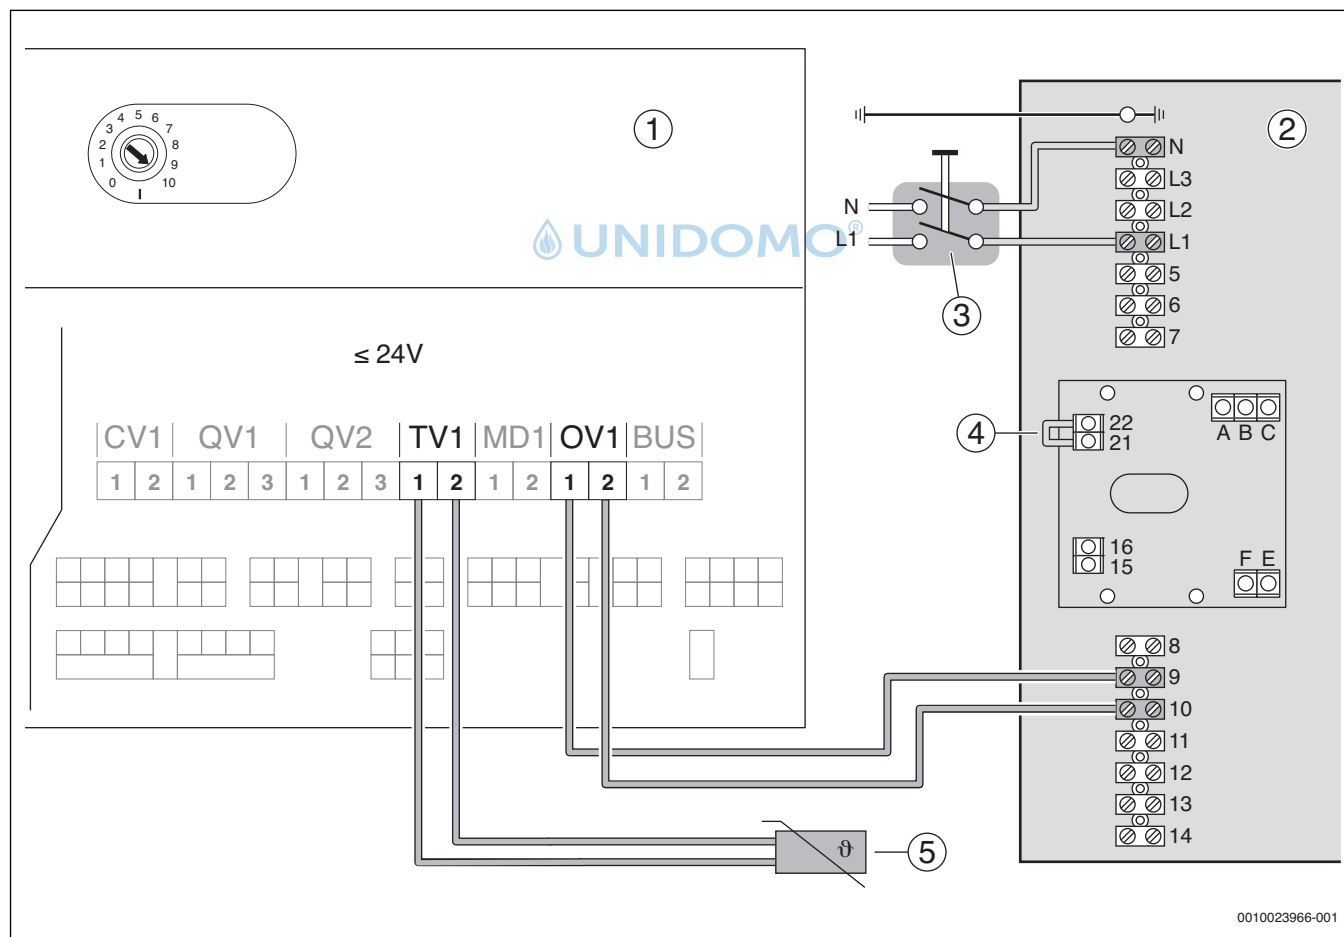

Bild 10
- ▶ Netzkabel durch die Kabeldurchführung verlegen und anschließen (→ Bild 10, Seite 10).
- ▶ Kabel für die Steuerspannung 0 – 10 V durch die Kabeldurchführung des Heizregisters verlegen und an Anschlussklemmen 9 und 10 anschließen (→ Bild 10, Seite 10).